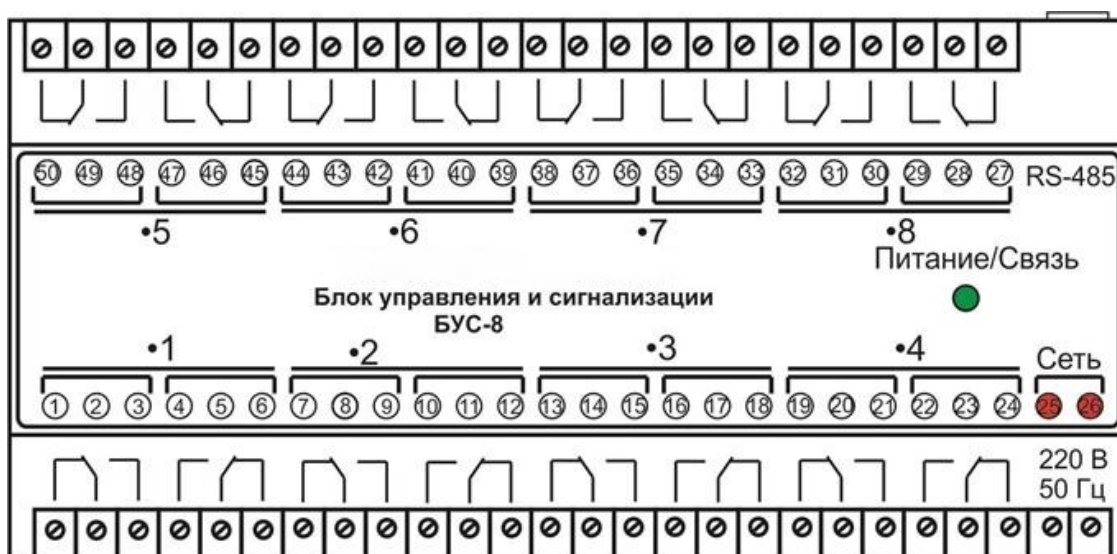

Рис.1 – блок управления и сигнализации БУС-8
Функциональное назначение групп контактов реле (рис.1):
- Реле 1 (Рис.1(•1)): Порог 2 СН4;
- Реле 2 (Рис.1(•2)): Порог 2 СО;
- Реле 3 (Рис.1(•3)): Порог 1 СН4, Порог 1 СО;
- Реле 4 (Рис.1(•4)): состояние клапана;
- Реле 5 (Рис.1(•5)): «Пожар»;
- Реле 6 (Рис.1(•6)): «Взлом»;
- Реле 7 (Рис.1(•7)): Аварийные параметры котельной;
- Реле 8 (Рис.1(•8)): Аварийные параметры тех. оборудования;
- Порог 1 СН4, Реле 3 (Рис.1(•3));
- Порог 2 СН4, Реле 1 (Рис.1(•1));
- Состояние клапана Реле 4 (Рис.1(•4));
- Порог 1 СО, Реле 3 (Рис.1(•3));
- Порог 2 СО, Реле 2 (Рис.1(•2));
- Аварии технологического оборудования Реле 7 (Рис.1(•7));
- Аварии котельной Реле 7 (Рис.1(•7));
- «Пожар» Реле 5 (Рис.1(•5)).
При подключении устройства БУС-8 к устройству БУС-4, реле 8 (Рис.1(•8)) не задействовано, аварийные параметры технологического оборудования и котельной задействованы на реле 7 (Рис.1(•7)), «Пожар» - реле 5 (Рис.1(•5)), «Взлом» - реле 6 (Рис.1(•6)), состояние клапана – реле 4
(Рис.1(•4)), Порог 2 СН4 – реле 1 (Рис.1(•1)), Порог 2 СО – реле 2 (Рис.1(•2)), Порог 1 СН4 и Порог 1 СО – реле 3(Рис.1(•3));